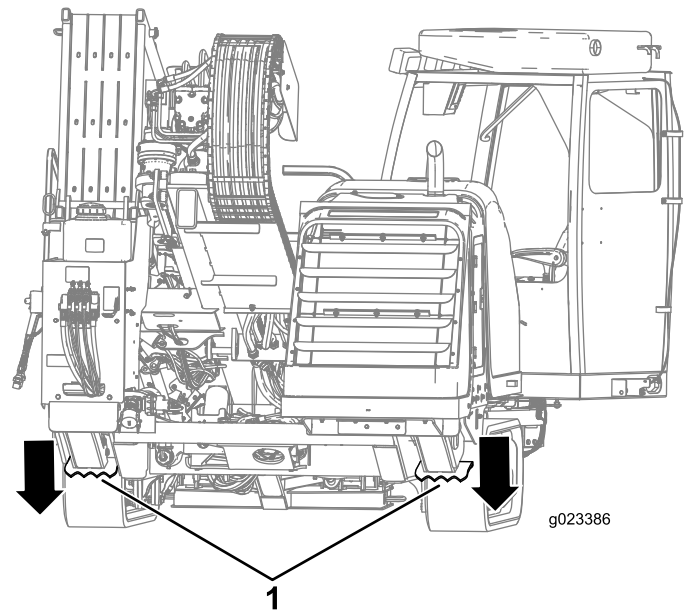

Figura 74
10. Baje los estabilizadores traseros hasta que descansen firmemente en el suelo, o hasta que obtenga el ángulo de entrada deseada (Figura 74).